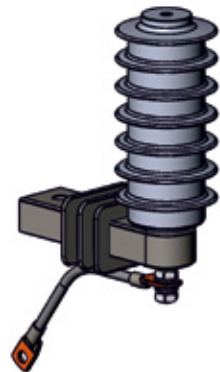

Рис. 13. Монтаж ОПН с отделителем на изолирующий кронштейн
ОПН-...-Д - ОПН с изолирующим кронштейном и отделителем. (рис. 13).
*** - рис. 12 и 15 для ОПН наружного исполнения; рис. 13, 14, 16 и 17 для ОПН внутреннего исполнения (категория размещения - 2).